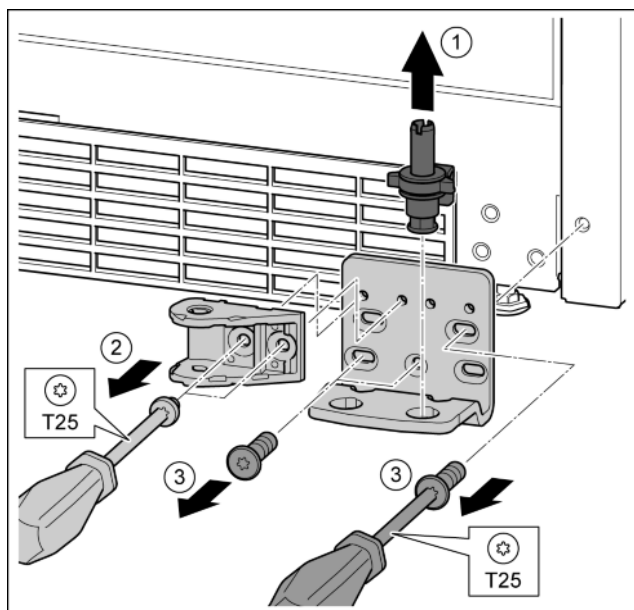

Fig. 29
- ▶ Опорный палец полностью извлечь движением вверх. *Fig. 29 (1)*
- ▶ Открутить винты отверткой T25 и снять соединительный элемент амортизатора закрывания дверей. *Fig. 29 (2)*
- ▶ Открутить винты отверткой T25 и снять опорный кронштейн. *Fig. 29 (3)*